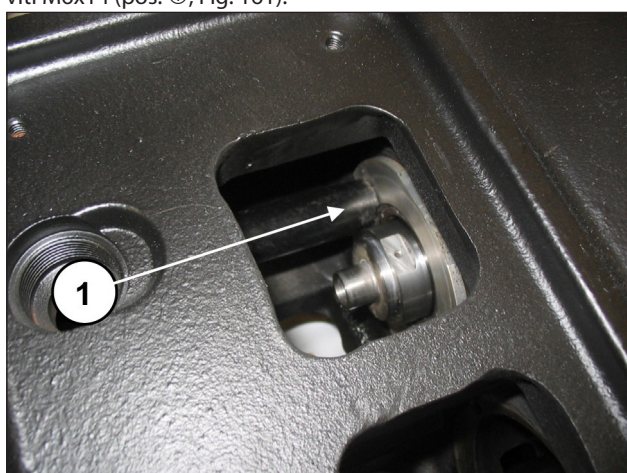
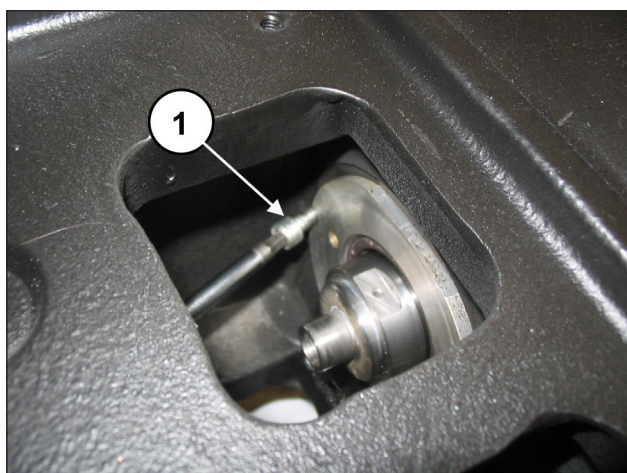

Fig. 160
Fig. 161
Assicurarsi che il coperchio entri completamente in sede (pos. ①, Fig. 160) facendo attenzione a non danneggiare il labbro del paraolio. Avvitare i coperchi paraolio mediante n.2 viti M6x14 (pos. ①, Fig. 161).